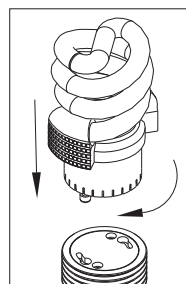

Figure 4
9. **To install the Integrated Lamp/Ballast (10)** insert pins into Socket (7) and rotate clockwise until secure. **See Fig. 4.**
9. **Para Instalar la Lámpara/Balastro Integrada (10)** inserte las clavijas en el enchufe (7) y gire hacia su derecha hasta que quede segura. **Vea Fig. 4.**